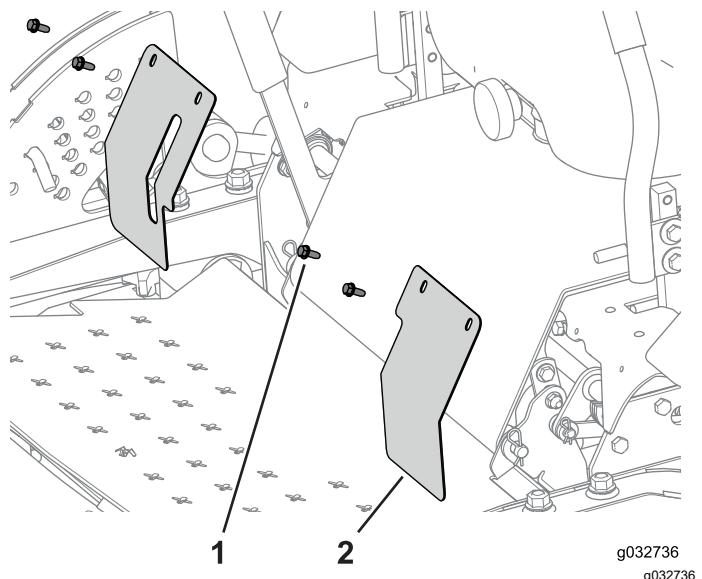

Figure 53
1. Retirez les boulons et les 2 plaques de protection pour accéder aux écrous et aux boulons qui fixent le cadre d' été à la machine (Figure 53).